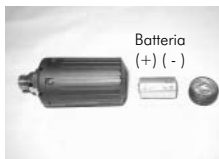

Fig. 120 - ORIENTAMENTO
- Verificare il corretto orientamento della batteria (Fig. 120) e l'inserimento uniforme dell'O-ring intorno al coperchio della batteria.